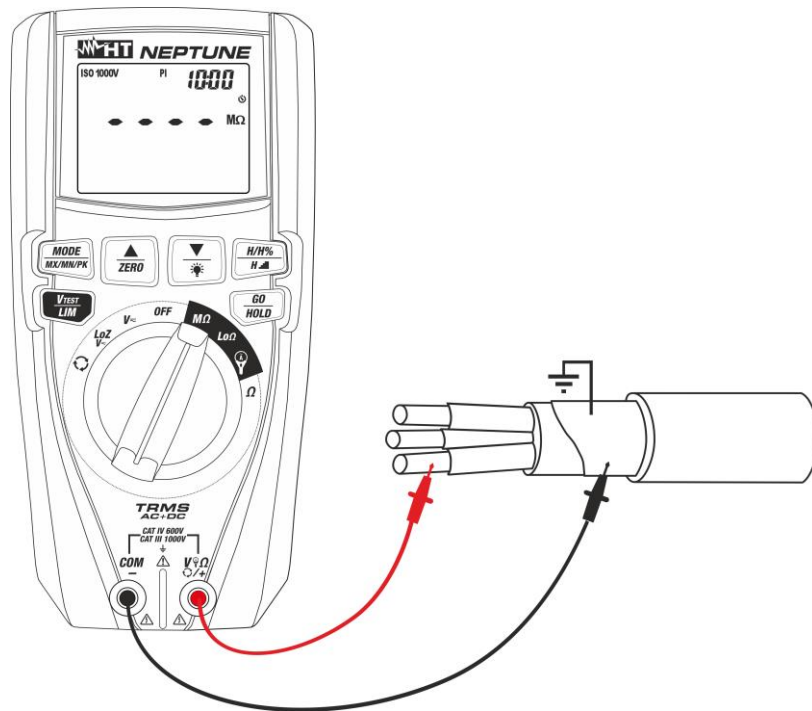

Fig. 22: Uso dello strumento per misura resistenza di isolamento in modo PI
6. Inserire il conduttore rosso nel terminale di ingresso **VΩ** e il conduttore nero nel terminale di ingresso **COM** ed eventuali terminali a coccodrillo e collegare lo strumento all'apparecchiatura in esame (vedere Fig. 22)